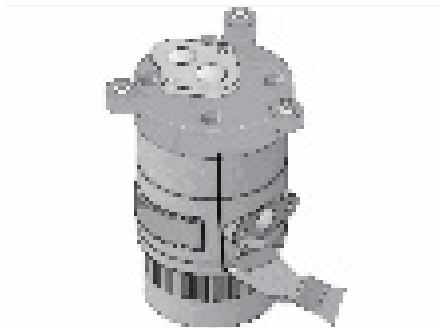

Figure 28
5. Tracez une ligne sur le côté de la pompe avec un marqueur pour faciliter l'alignement lors du réassemblage. Marquez la pompe du moteur jusqu'à la volute de base (voir la figure 28).